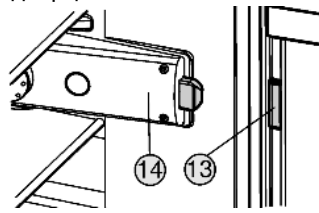

Fig. 8
Перемикаючий кулачок *Fig. 8 (13)* має знаходитись на боці корпусу світлового реле *Fig. 8 (14)*.